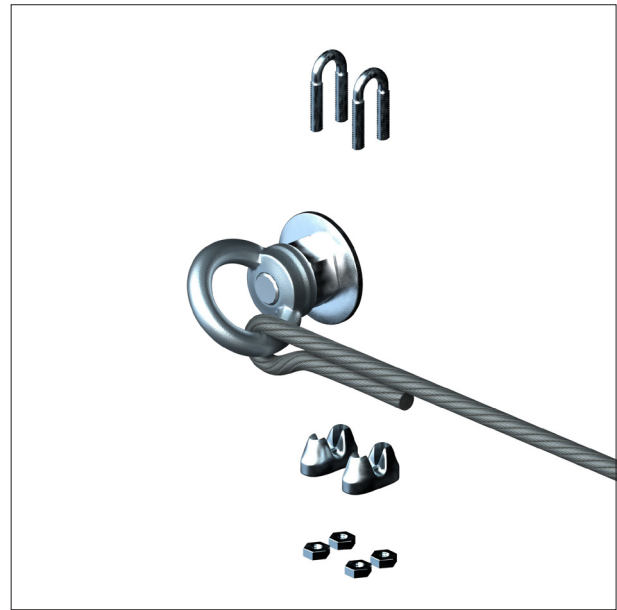

Abbildung 2.2
**2b.** Fixieren Sie diese Schlaufe mit Hilfe von zwei Seilklemmen und ziehen die Muttern der Seilklemmen solide fest. (Abb. 2.2 bis 2.6)